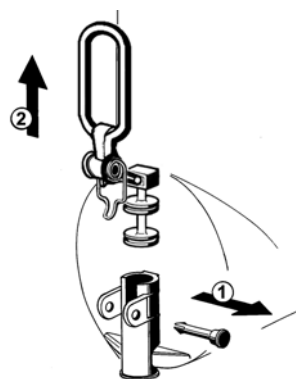

figure 11
5 Démonter le robinet selon la séquence indiquée (voir figure 11).
- 3 Remonter le robinet sur le réservoir en suivant la séquence effectuée pour le démontage en sens inverse (voir figure 11).